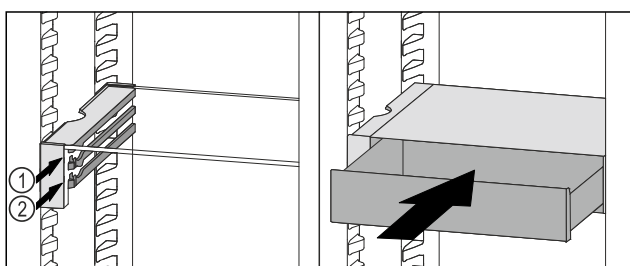

Fig. 105
- Placer le tiroir VarioSafe derrière les butées sur la nervure désirée Fig. 105 (1) ou Fig. 105 (2).